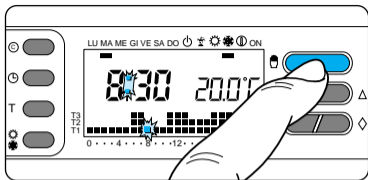

Fig. 45
8.7 - Terminada la programación, para volver de inmediato al día y la hora en curso, pulse el botón **E** (fig. 45).